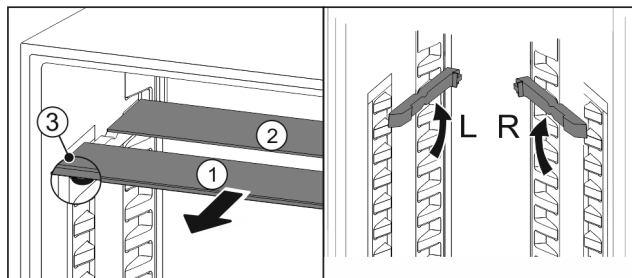

Fig. 27
- Skleněné desky jednotlivě vytáhněte dopředu Fig. 27 (1).
- ▷ Skleněná deska Fig. 27 (1) s ozdobnou lištou leží vpředu.
- ▷ Zářázky Fig. 27 (3) směřují dolů.